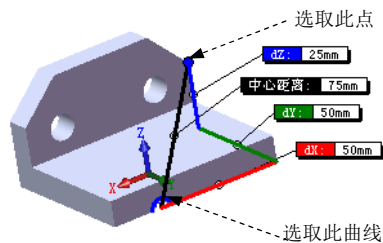

图 4.10.10 点到曲线的距离
Step9. 测量点到曲线的距离，如图 4.10.10 所示。